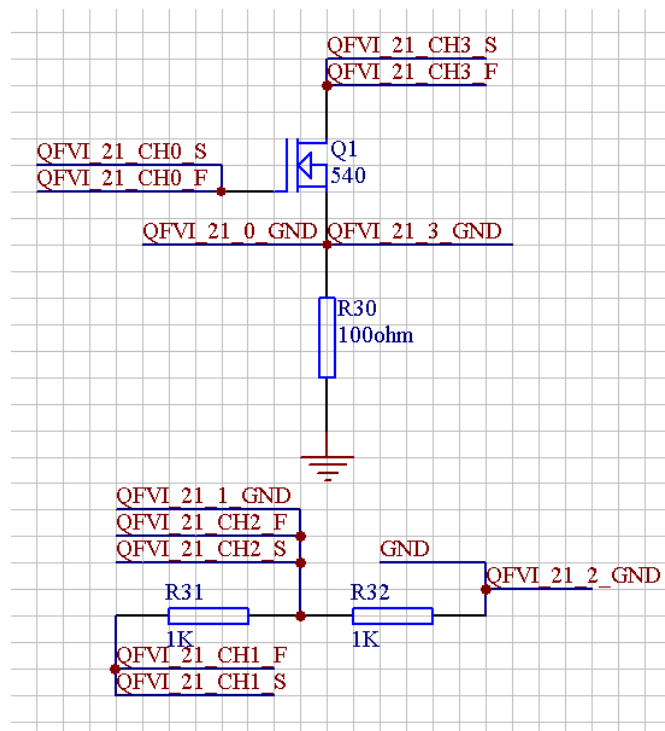

图 15.1 QFVI 测试线路图
(1) 示例线路如下图 15.1:
如上图 15.1 所示，将 QFVI 的 0 通道的 0\_FS 和 0\_GND 端分别接在 MOS 管的 G,S 端，浮动源可以为 MOS 提供恒定的开启电压 VGS，通过 QFVI\_CH3 来检测 MOS 管 DS 两端的导通情况。另，用浮动源给 R31, R32 通 5MA 的电流，测电阻两端的压差都为 5V，可以说明浮动源测得是与参考地的压差。